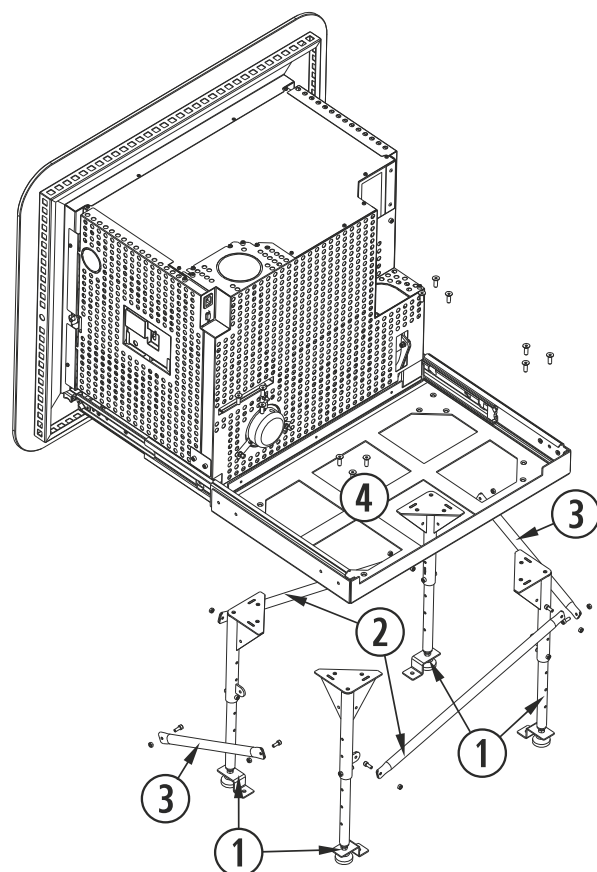

Figura 9
- 4.14.** Unir las 4 patas formando un rectángulo, con los refuerzos laterales y frontales, cómo se indica en la *figura 9*. Abrir las guías de la estufa, de tal forma que podamos acceder a los puntos de anclaje de las patas en la base de la estufa.